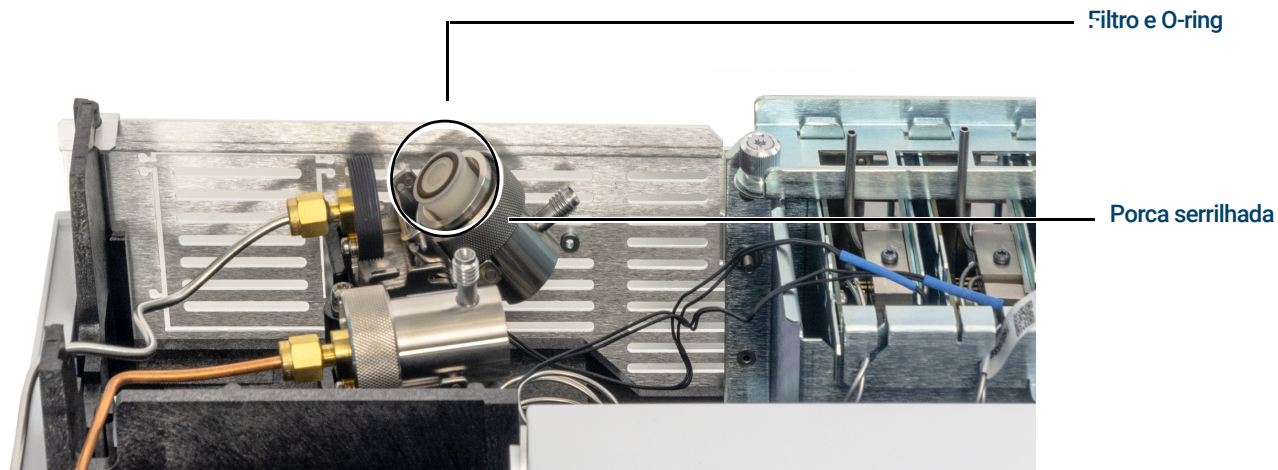

Figura 35. Deslizar o conjunto do trap para expor o filtro
- 5 Deslize o conjunto do trap para trás do suporte de montagem guiada e incline-o para cima para expor o filtro, conforme mostrado na **Figura 35**.